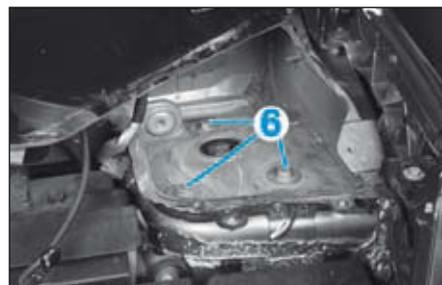

FIG.3
- les vis de fixation supérieures (6) (Fig.3).